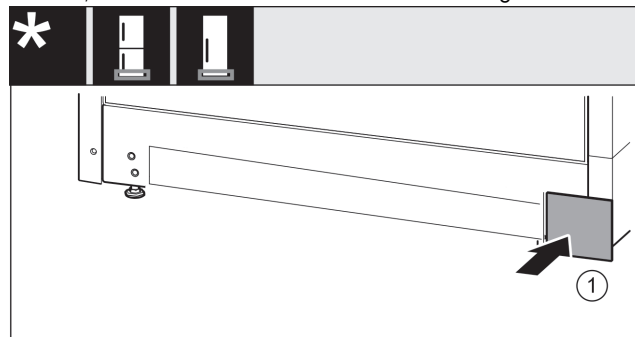

Fig. 40
- ▶ Abdeckung Fig. 40 (1) auf der anderen Seite wieder aufsetzen.